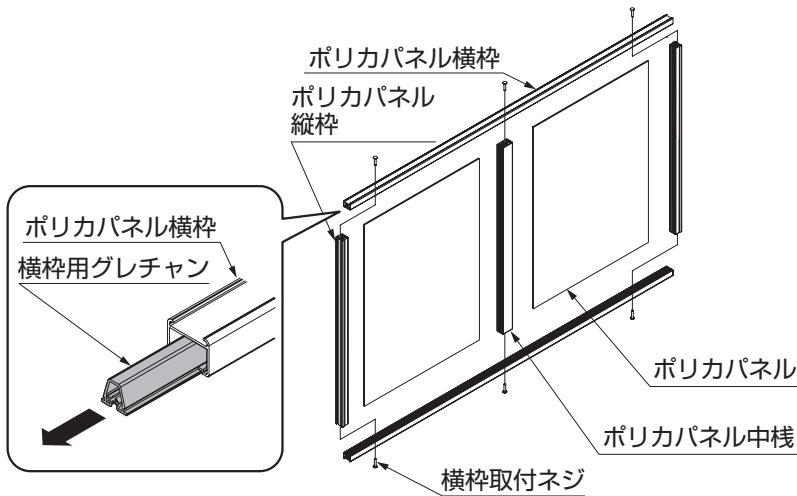
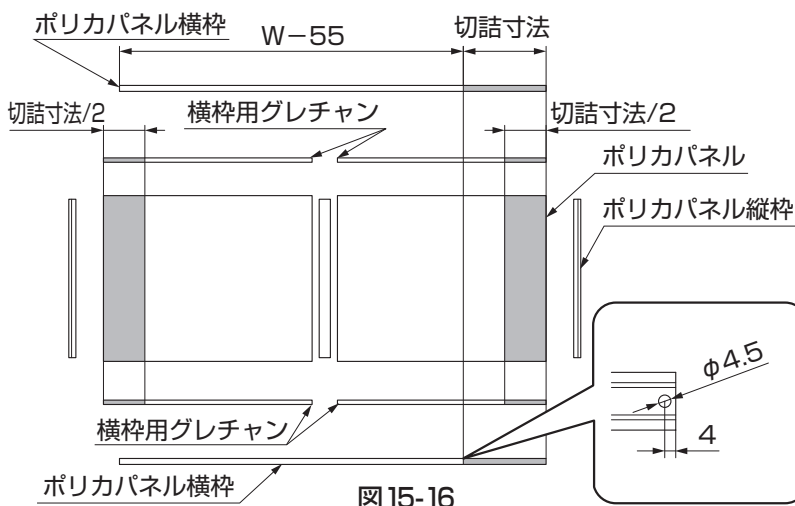

図 15-15
図 15-16
- ①ポリカパネルを分解してください。
- ②ポリカパネル横枠から横枠用グレチャンを取出してください。(図 15-15 参照)
- ③ポリカパネル横枠を「W-55mm」で切断してください。
- ④続いて横枠用グレチャン、ポリカパネルを両端から切断してください。
- ⑤ポリカパネル横枠に切断した側から4mmのところをφ4.5の孔をあけてください。(図 15-16 参照)
- ⑥加工後、再度組立ててください。